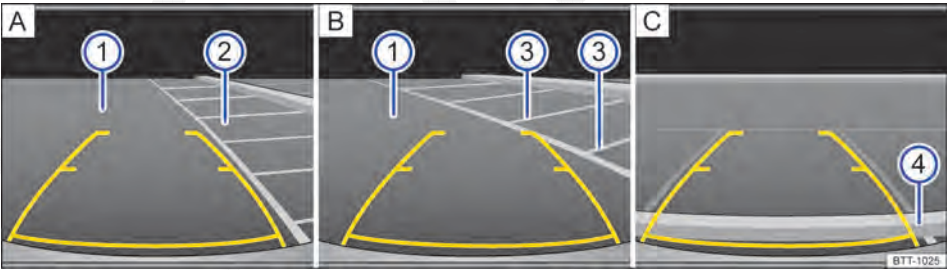

Fig. 164 Exibição do display do rádio ou do sistema de navegação: entrar na vaga de estacionamento com câmera de marcha a ré.
Legenda para a representação esquemática Fig. 164:
2.	Posicionar o veículo na frente da vaga de estacionamento  ⇒ Fig. 164  .